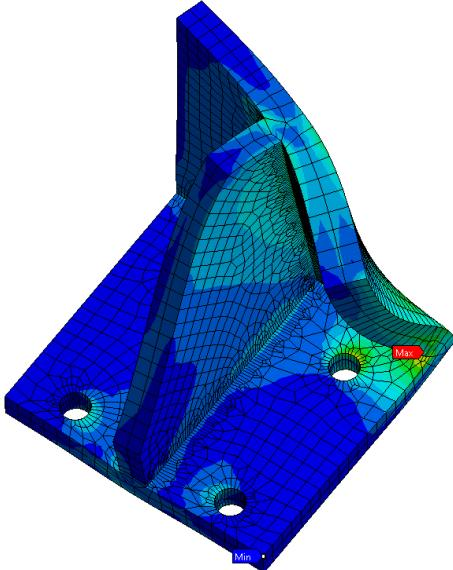

Рисунок 5.17 – Пример результатов расчета по варианту №3
- 31) Визуализировать деформаций и эквивалентных напряжений по Мисезу (см. п. 14 и рисунок 5.17).